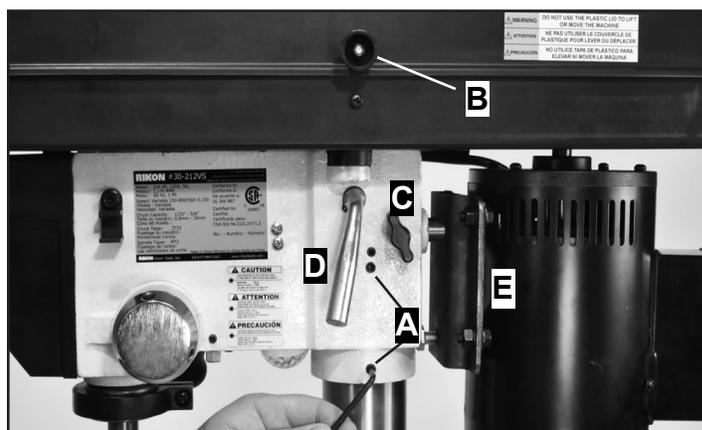

FIG. 6
2. Asegure el cabezal de la taladradora a la columna apretando los dos tornillos de fijación (# 3) en el lado derecho del cabezal. FIG. 6, A.
3. Si no está preinstalado en la fábrica, instale la pequeña perilla de la cubierta de la polea (# 109) en el lado derecho de la tapa superior. Abra la tapa de la correa e inserte el perno de la máquina (#108) a través del orificio de la tapa desde el interior. Coloque la perilla en el perno, fuera de la cubierta de la correa, y fínela en su lugar con tuerca (#110). Fije la cubierta en su lugar mediante rotación g la perilla. FIG. 6, B.